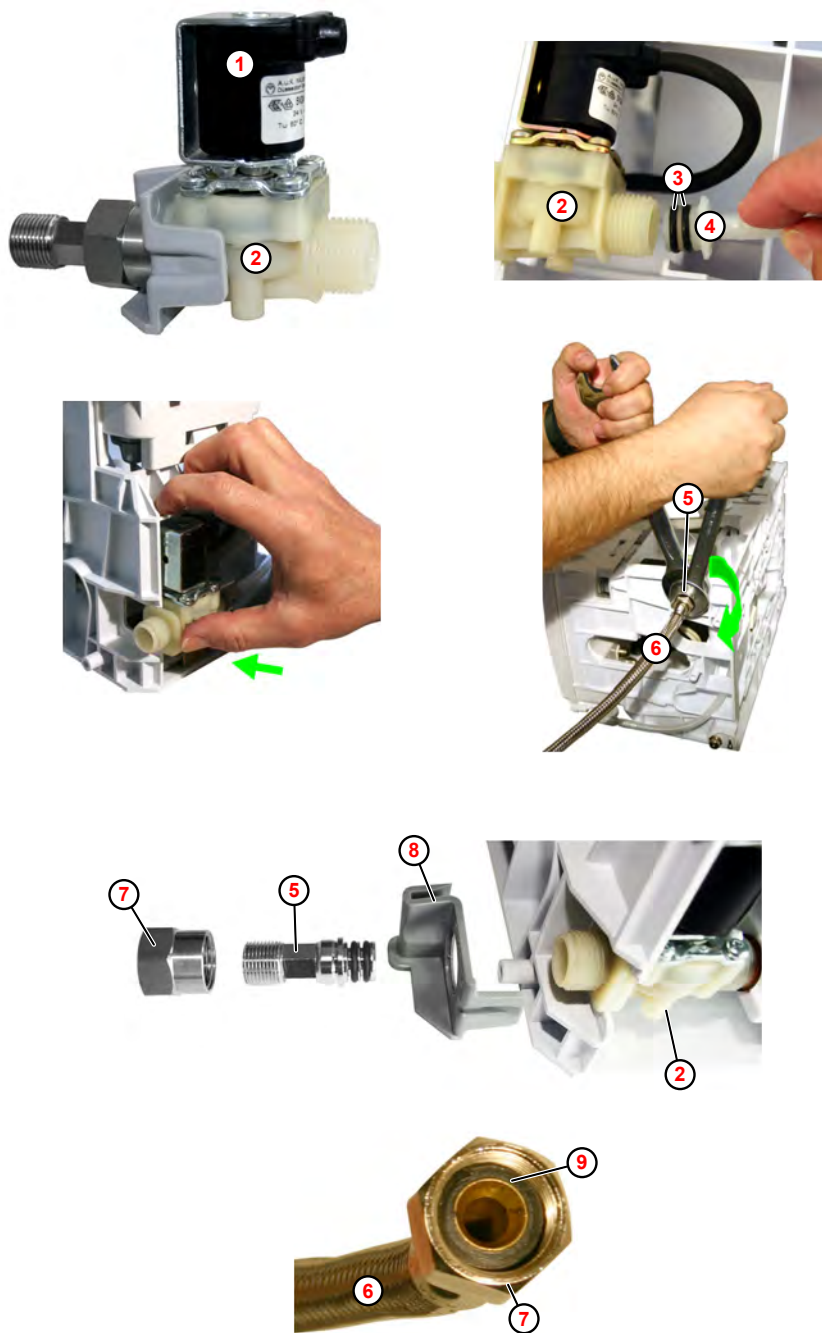

Fig. 18: Montaggio elettrovalvola
1. ➤ Premere la bobina (Fig. 18 , ①) contro il corpo valvola ② e allo stesso tempo ruotare in senso orario (verso destra) per ca. 30°, finché la bobina non scatta percettibilmente in posizione.
2. ➤ Pulire gli o-ring ③ sul nipplo di collegamento ④ con un panno privo di sfilacciamenti.
3. ➤ Inserire il nipplo di collegamento ④ nella valvola ② finché non diventa solidale con l'alloggiamento valvola.
5. ➤ Inserire l'elemento di fissaggio ⑧ sul corpo valvola e sull'alloggiamento.
6. ➤ Inserire l'adattatore di collegamento ⑤ con attenzione nel corpo valvola (rigido).
7. ➤ Avvitare il dado per raccordi ⑦ sul corpo valvola.
8. ➤ Avvitare il tubo di alimentazione ⑥ sull'adattatore di collegamento.